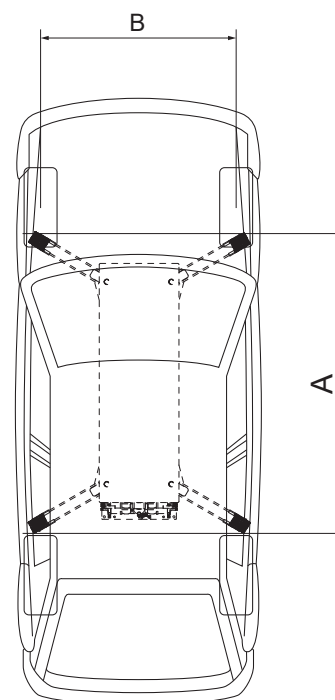

Fig. 2
- Distanza minima dei punti di sollevamento (A): 1400 mm (Fig. 2).
- Carreggiata minima (B): 1000 - 1700 mm (Fig. 2).